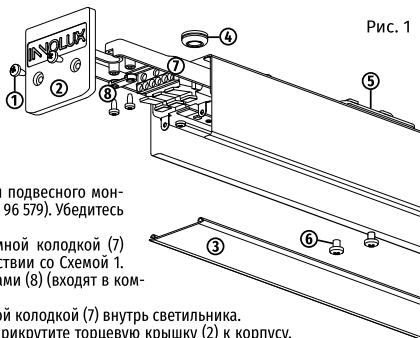

Рис. 1
стены или потолка установочные скобы (5) при помощи винтов (входят в комплект). Закрепите светильник на скобы при помощи винтов (6). Рис. 1.
Установите на скобы (5) 2 комплекта для подвесного монтажа, приобретаются отдельно (артикул – 96 579). Убедитесь в надежности подвеса, Рис. 1.
3. Выдвиньте пластину с нажимной клеммной колодкой (7) и подключите сетевой провод в соответствии со Схемой 1. Зафиксируйте провод зажимом (8) (входят в комплект), Рис. 1.
4. Задвиньте пластину с нажимной клеммной колодкой (7) внутрь светильника.
Установите рассеиватель (3) на место и прикрутите торцевую крышку (2) к корпусу, используя монтажные винты (1), Рис. 1.
- Открутите монтажные винты (1), снимите торцевые крышки (2) с двух светильников. Снимите рассеиватель (3) с обоих светильников.
- Выдвиньте пластины с нажимной клеммной колодкой (7) и произведите подключение светильников.
- Закрепите соединительные скобы из КС-01-1-ДСО-06 в светильник винтами (входят в комплект), задвиньте пластины с нажимной клеммной колодкой (7) и закрепите соединительные скобы в другом светильнике.
- Установите рассеиватель (3) на место и прикрутите торцевые крышки (2) к корпусу, используя монтажные винты (1), Рис. 1.
2. Открутите монтажные винты (1), снимите торцевую крышку светильника (2), снимите рассеиватель (3). Введите сетевой провод в корпус через уплотняемое отверстие (4), Рис. 1.